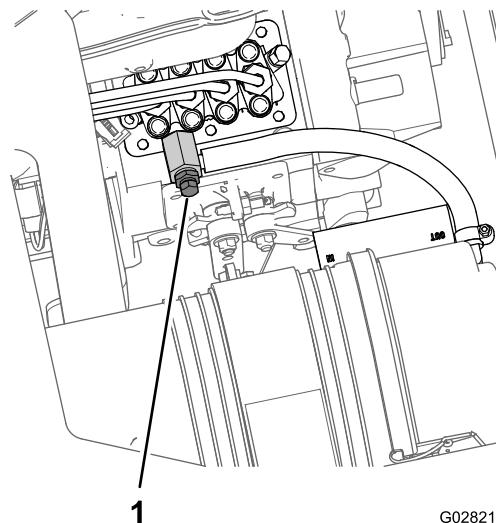

Bild 76
8. Stellen Sie eine Auffangwanne unter die Kraftstoffeinspritzpumpe des Motors (Bild 76).
9. Öffnen Sie die Entlüftungsschraube an der Kraftstoffeinspritzpumpe (Bild 76).
11. Lassen Sie den Zündschlüssel in der Ein-Stellung, bis ein ununterbrochener Kraftstoffstrom um die Schraube austritt (Bild 76).
12. Ziehen Sie die Entlüftungsschraube (Bild 76) an und drehen den Zündschlüssel in die Aus-Stellung.